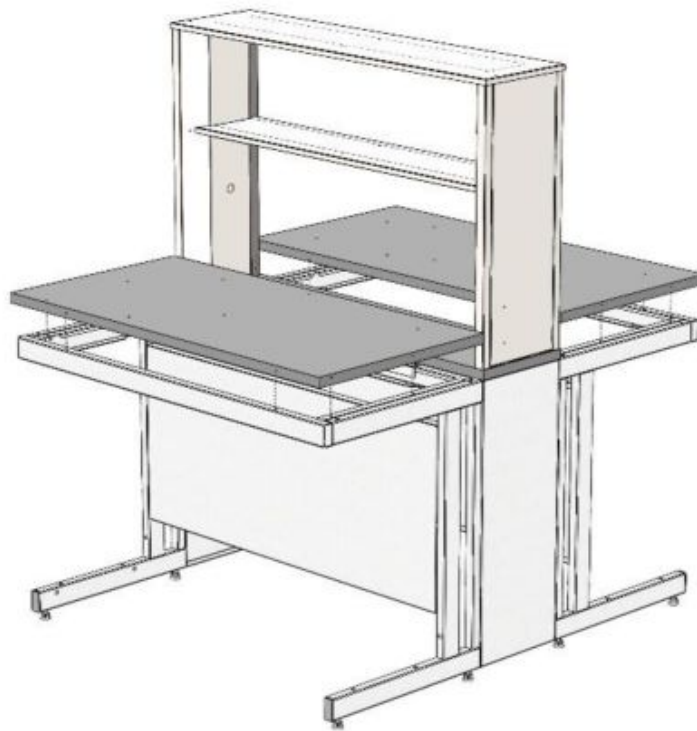

Рис. 4. Установка рабочих поверхностей
- 6.7. Прикрепить её к каркасу, используя саморезы 4x16 или 4,2x9,5 (в зависимости от материала столешницы и ширины стола, до 14 шт.) (Рис. 4).